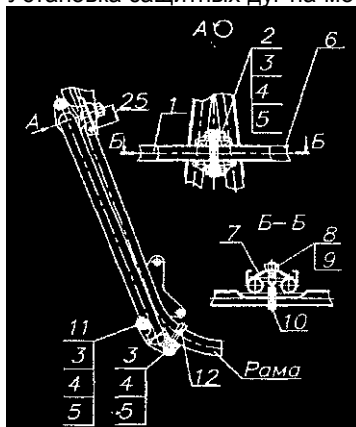

Рис. 29. Установка защитных дуг на мотоцикл
- установить защитные дуги (рис.29) (при комплектовании).